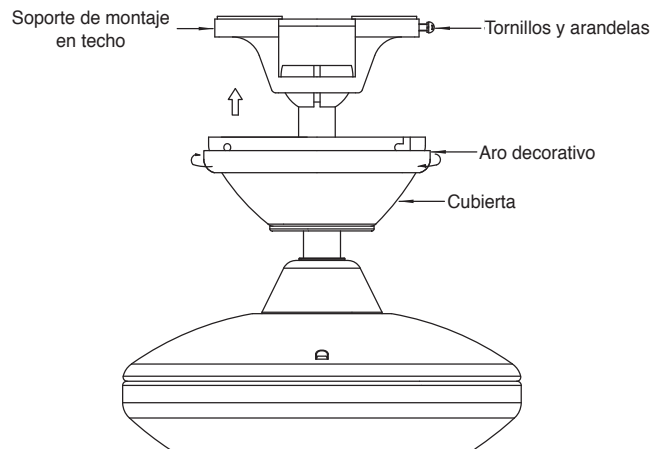

Fig.12
Paso 2. Desliza la cubierta hasta el techo y asegúrala al soporte de montaje de techo usando 4 tornillos en el borde superior del soporte de montaje. Inserta cada tornillo en el orificio de montaje de la cubierta y dentro del soporte de montaje. Aprieta firmemente todos los tornillos. (Fig. 12).